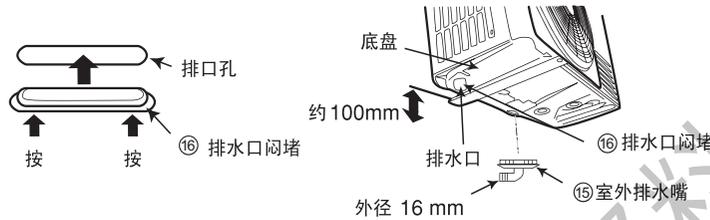

图28
- 2 请将机体在安装后,按图28所示将附件⑮室外出水嘴安装在出水孔中。